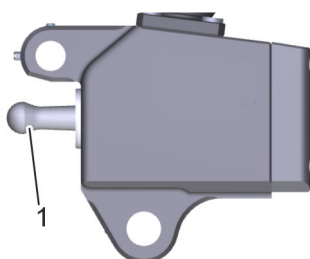
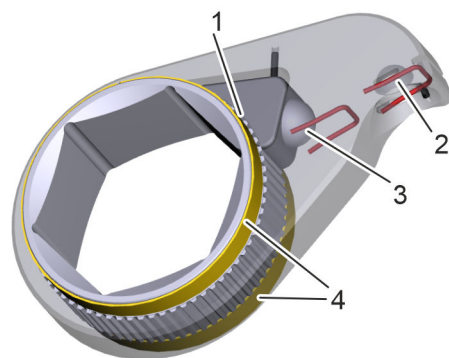

Bild 24: Kolvstång
Bild 25: Spärrskaft
8. ➔ Smörj kolvstångens (Bild 24/1) kulhuvud och kulsålen (Bild 25/2) på spärrskaftet. Använd en fettspruta och droppa smörjmedlet på kulhuvudet.